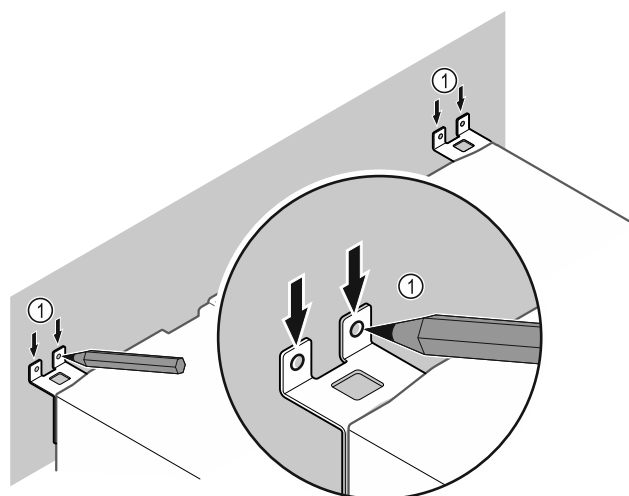

Fig. 13
- ▶ Udělejte na stěnu značky Fig. 13 (1).